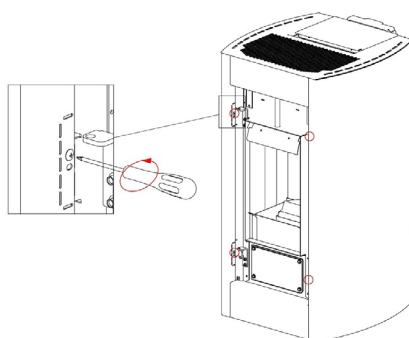
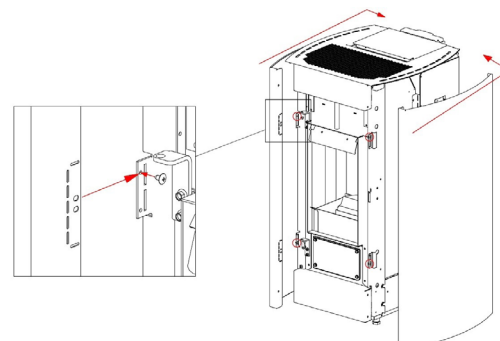

Fig. 32 - Verwijder de schroeven
Fig. 33 - Verwijdering zijpanelen
- Draai de 6 schroeven vooraan los en verwijder de zijpanelen (zie **Fig. 32 op pag. 21** en **Fig. 33 op pag. 21**).